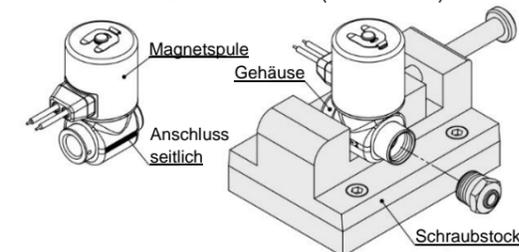

Abb. 1. Einspannbereich des Ventils
- Spannen Sie beim Anschließen der Leitungen/Verschraubungen das Ventil seitlich in einen Schraubstock ein (siehe Abb. 1).